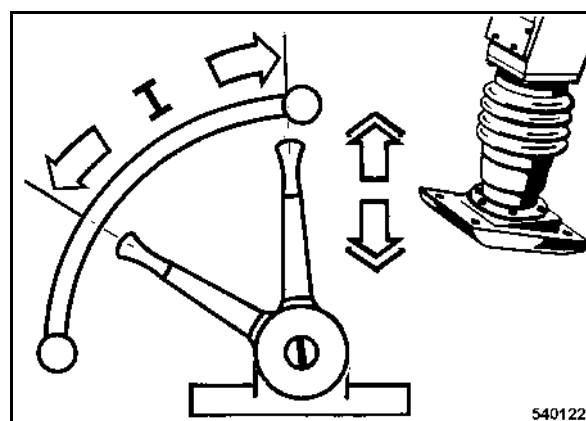

fig. 19
- Pour assurer une marche régulière en fonction de la constitution et le compactage du sol, positionner la manette de réglage du régime sur position "I" (fig. 19).